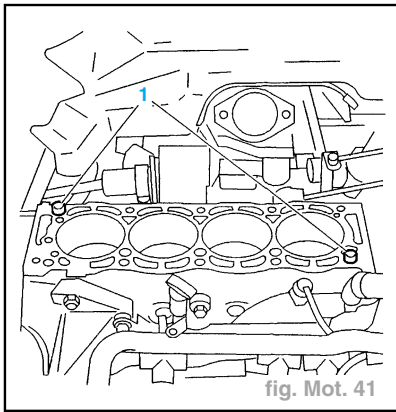

fig. Mot. 41
- Contrôler la présence des bagues de centrage (1) (figure Mot. 41).
- Piger la poulie d'arbre à cames à l'aide de l'outil (4).